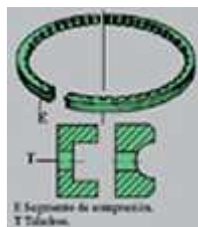

Fig. 19
- Segmentos de engrase (**fig. 19**). Situados debajo de los de compresión (**E**). Tiene la misión de recoger, durante el descenso del pistón, el exceso de aceite depositado en la pared del cilindro. A través de los taladros (**T**), que posee tanto el segmento de engrase como su alojamiento, el aceite es enviado hacia el interior del pistón, para lubricar el bulón; dicho aceite regresa al cárter inferior por gravedad. Este segmento también es conocido como "rascador" o de limpieza y siempre dejarán una pequeña película de aceite, entre el pistón y el cilindro.